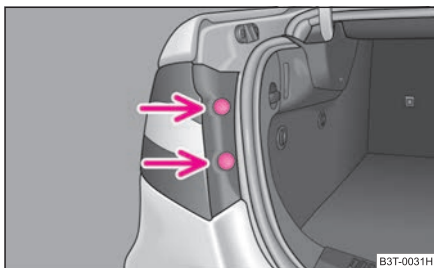

Abb. 222 Ausbau des äußeren Teils der Heckleuchteinheit
- Nehmen Sie die Stopfen ⇒ Abb. 222 heraus und schrauben Sie mit einem Torx-Schlüssel die Heckleuchteinheit ab ¹⁸⁾.
- Schrauben Sie die Heckleuchteinheit fest und drücken sie die Stopfen ein ⇒ Abb. 222.